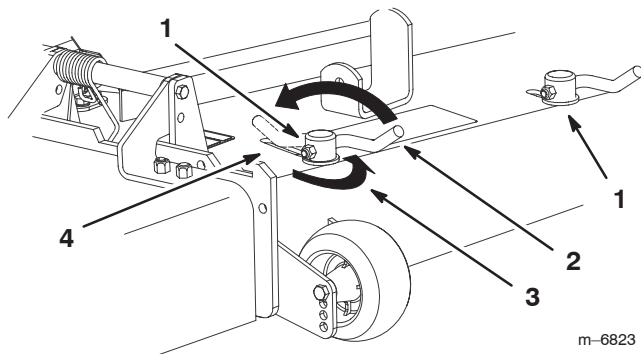

Figure 16
1. Pour régler les verrous à came, soulevez le levier pour desserrer le verrou (Fig. 16).